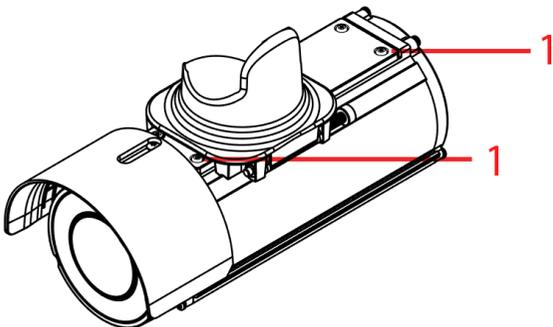

Figura 10
- E. Fixe firmemente a placa do braço de montagem à câmara com os quatro parafusos T10 (1) (figura 10) na placa do braço de montagem.